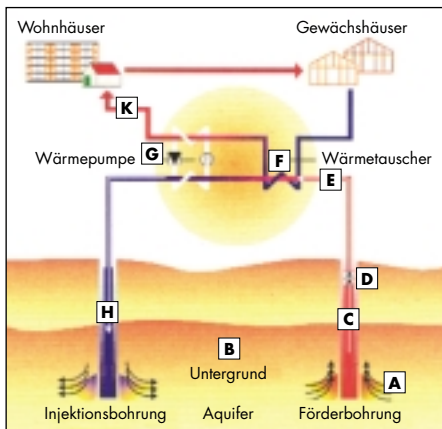

Abb. 6 Schema einer hydrothermalen Heizzentrale.
Für den Erfolg eines Geothermieprojekts sind die mindestens zwei Tiefbohrungen je Anlage (Abb. 6 und 8) entscheidend. Abhängig von der Art des geothermischen Verfahrens verursachen sie mehr als 40 % aller Kosten. In Deutschland ist der Untergrund bis 2.000 m allgemein detailliert erforscht und gut kartiert. Dieses ist u. a. ein Ergebnis systematischer, geologischer Kartierungen und von Suchbohrungen nach Erdöl oder Erdgas in früheren Jahrzehnten. Allerdings ausschlaggebend für den Erfolg einer konkreten Bohrung sind die lokalen Verhältnisse, besonders die Wasserführung. Bei jeder Bohrung besteht ein Risiko, z. B. in der berechneten Tiefe eine zu niedrige Temperatur anzutreffen. In Deutschland werden in den geothermischen Bohrungen häufig sehr salzhaltige Wässer (Ausnahme: Süddeutschland) gefunden, mit
Bei der hydrothermalen Geothermie werden heiße Tiefenwässer gefördert, über einen Wärmetauscher geleitet und die gewonnene Wärme in ein Fernwärmenetz eingespeist. Salzhaltige Thermalwässer werden anschließend in einem zweiten Bohrloch wieder in ihr ursprüngliches Aquifer gepumpt (Abb. 6). Nur in Süddeutschland kann man heißes Süßwasser fördern. Hier kann das Wasser nach der Wärmeentnahme weiter für Trinkwasserzwecke genutzt werden. In Deutschland kommen für eine hydrothermale Geothermienutzung drei Gebiete in Frage: Nordostdeutschland (Mecklenburg-Vor-
In die wasserführende Schicht (Abb. 6, B) werden zwei Bohrungen niedergebracht: eine Förderbohrung (C) und in einiger Entfernung (ca. 1 km) eine Injektionsbohrung (H). Eine Tauchpumpe (D) pumpt das heiße Wasser aus der Förderbohrung (A) in die oberirdische Thermalwasserleitung (E). In einem Wärmetauscher (F) wird die Wärme entzogen und über ein Fernwärmenetz (K) an die Verbraucher geliefert. Eine Wärmepumpe (G) kann in das System integriert werden. Seit 2003 wird erstmals an einer Anlage, in Neu-